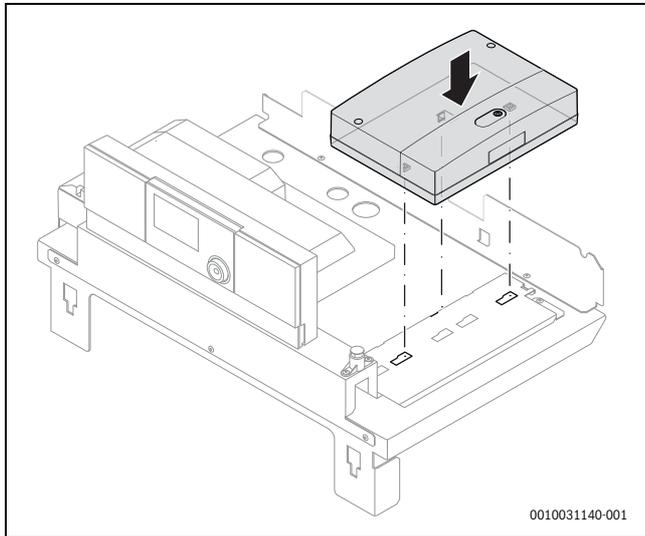

Bild 15 Montage des Elektronik-Moduls unter der Kesselhaube (Beispiel)
► Modul entsprechend Bild 15 und 16 unter der Kesselhaube montieren.